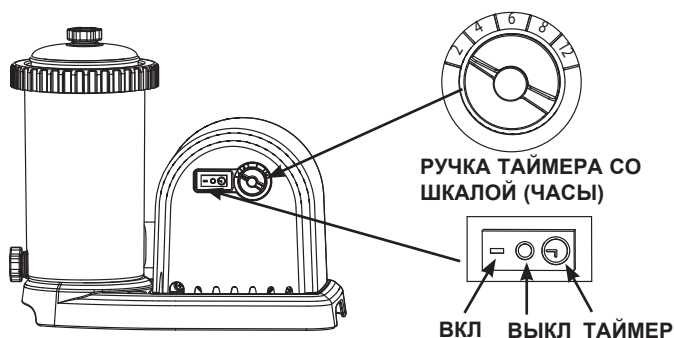

рис.10
4. Давление воды позволит воздуху, зажатому внутри пройти через выпускные клапан (2). Когда весь воздух выйдет, вода начнет выходить через клапан. Плотно закройте клапан по часовой стрелке.
- А. Установите ручку таймера на необходимое время работы. Смотрите Расчет времени работы. Смотрите рис.10.